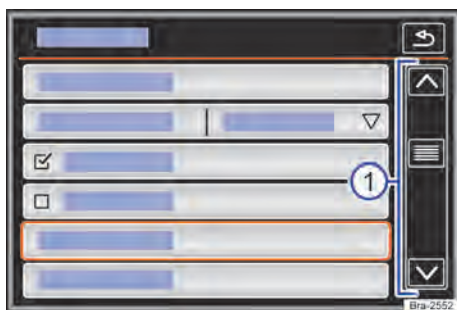

Fig. 119 Representação esquemática: entradas de lista, menu de configurações.
Se em uma exibição de lista houver mais registros selecionáveis do que podem ser visualizados, são mostradas superfícies de função para a rolagem ou uma barra de rolagem à direita na imagem → Fig. 119 ①.
As entradas de lista podem ser acessadas pelo toque direto no display, ou por meio do botão de regulagem → Fig. 119 ①.